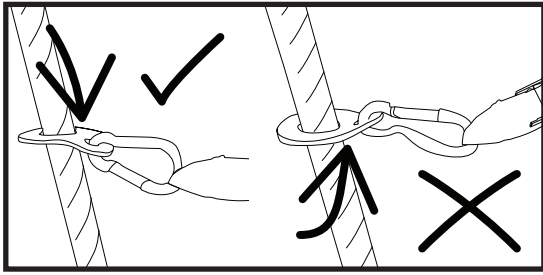

Abb. 8
14. Befestigen Sie die Zeltecken an den Verankerungen mit maximal gelockerten Spannbändern (Abb. 8).